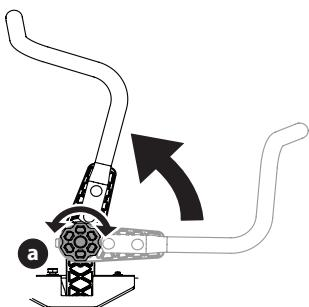

Figura 9
1. Gire la perilla (a) en el sentido contrario a las agujas del reloj para flojar la perilla (a) (Figura 9).
3. Gire la perilla en el sentido de las agujas del reloj para asegurar la palanca de control de la transmisión de barra de seguridad hasta su posición (Figura 9).